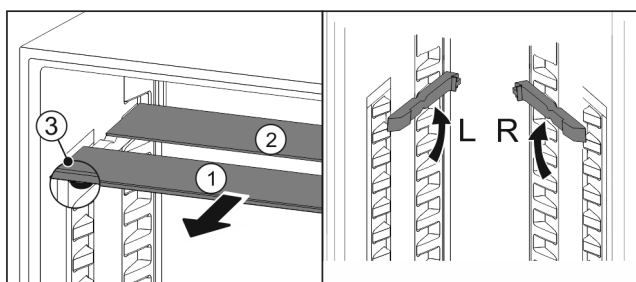

Fig. 29
- Skleněné desky jednotlivě vytáhněte dopředu Fig. 29 (1).
- ▷ Skleněná deska Fig. 29 (1) s ozdobnou lištou leží vpředu.
- ▷ Zarážky Fig. 29 (3) směřují dolů.